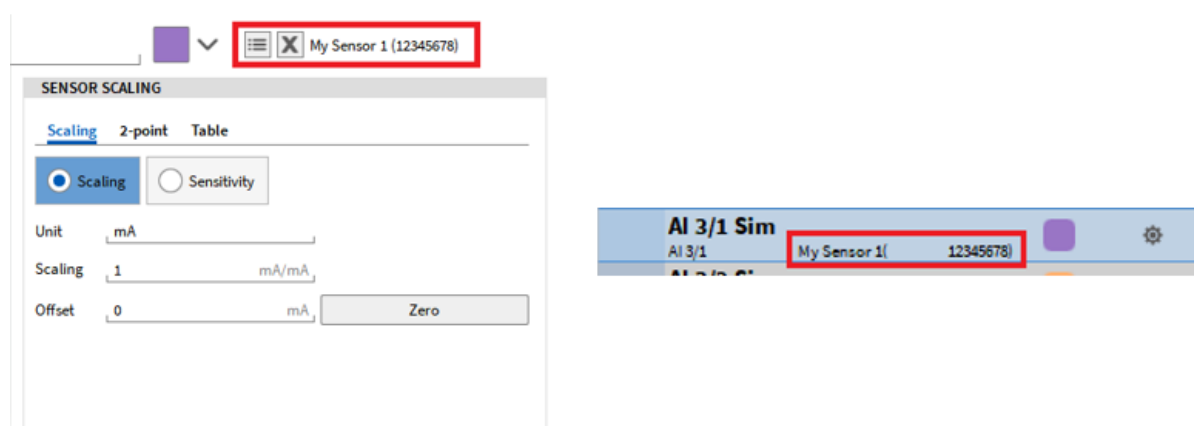

Abb. 6.16: Name des gewählten Sensors des Kanals, angezeigt in den Kanaleinstellungen und in der Kanalliste
- Die Parameter des Sensors werden dem Kanal zugewiesen. Der Sensornamen wird in den Kanaleinstellungen und in der Kanalliste angezeigt (siehe Abb. 6.16).